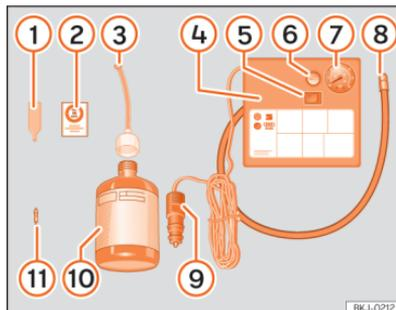

Abb. 258 Prinzipdarstellung: Bestandteile des Pannensets
Das Pannenset befindet sich im Gepäckraum unter dem Bodenbelag. Es besteht aus folgenden Bestandteilen »» (Abb. 258):
- Ventilkappe und Ventileinsatz vom Reifenventil abschrauben. Verwenden Sie den Ventileinsatzdreher »» (Abb. 258) ① zum Heraus-schrauben des Ventileinsatzes. Legen Sie den Ventileinsatz auf einem sauberen Untergrund ab.
- Reifenfüllflasche kräftig schütteln »» (Abb. 258) ⑩.
- Einfüllschlauch »» (Abb. 258) ③ auf die Reifenfüllflasche schrauben. Die Folie am Verschluss wird automatisch durchstoßen.
- Verschlussstopfen vom Einfüllschlauch »» (Abb. 258) ③ entfernen und das offene Schlauchende auf das Reifenventil schrauben.
- Ventileinsatz mit dem Ventileinsatzdreher »» (Abb. 258) ① wieder in das Reifenventil schrauben.
- Reifenfüllschlauch »» (Abb. 258) ⑧ des Luftkompressors fest auf das Reifenventil schrauben.
- Prüfen, ob die Luftablassschraube »» (Abb. 258) ⑥ zugedreht ist.
- Kabelstecker »» (Abb. 258) ⑨ in eine 12-Volt-Steckdose des Fahrzeugs stecken »» S. 255.
- Luftkompressor mit dem EIN-/AUS-Schalter »» (Abb. 258) ⑤ einschalten.
- Kleben Sie den Aufkleber »» (Abb. 258) ② im Sichtfeld des Fahrers auf das Kombi-Instrument.
Schließen Sie den Reifenfüllschlauch »» (Abb. 258) ⑧ wieder an und lesen Sie den Reifenfülldruck an der Reifenfülldruckanzeige ⑦ ab.